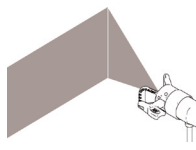

Abb. 3
3. Den Materialdruck erhöhen (Abb. 2), um „Streifen“ im Spritzbild zu beseitigen (Abb. 3).